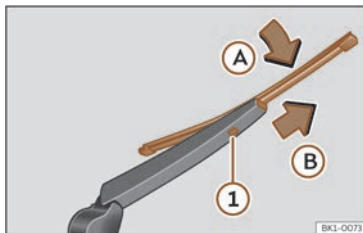

Fig. 180 Canvi de l'escombreta del vidre posterior.
- Roteu l'escombreta lleugerament >>> **fig. 180** (fletxa **A**).